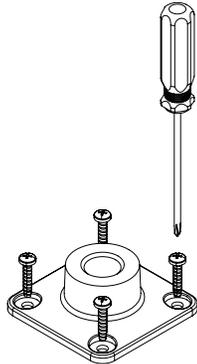

Figura 2
1. Utiliza cuatro tornillos de madera (no suministrados) para sujetar el soporte de montaje a cualquier superficie de madera. Para montarlo sobre materiales distintos de la madera, utiliza tornillos y anclajes (no suministrados) adecuados para el material (consulta la Figura 2).